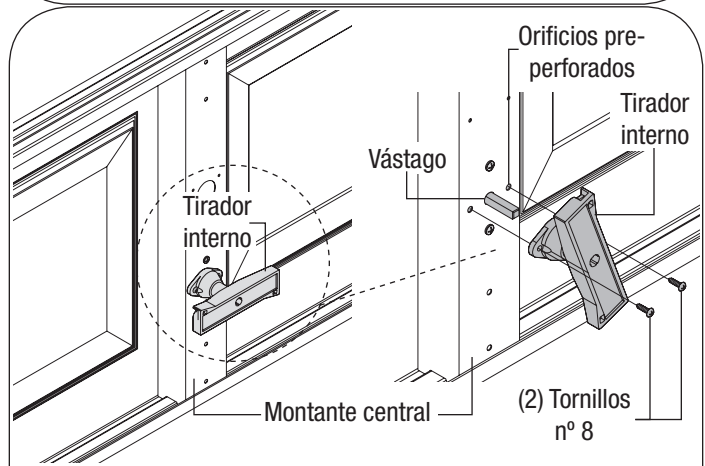

FIG. 6
EN LAS PUERTAS DE LAS 8000/8100/8200, (VER FIG. 6): Ubique el tirador interno sobre el vástago del tirador externo, pegado al montante central. Alinee los orificios del tirador con los orificios previamente perforados del montante central; después gire el tirador en el sentido horario para asegurarlo con (2) tornillos N° 8.